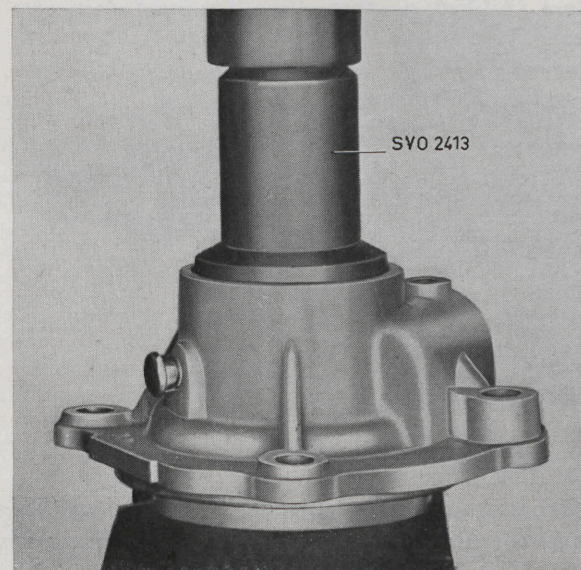

Bild 23. Montering av tättningsring.
2. Placera hastighetsmätarhjulet (38) på lagret i bakre locket. Pressa i tättningsringen (41) med dorn SVO 2413, se bild 23.